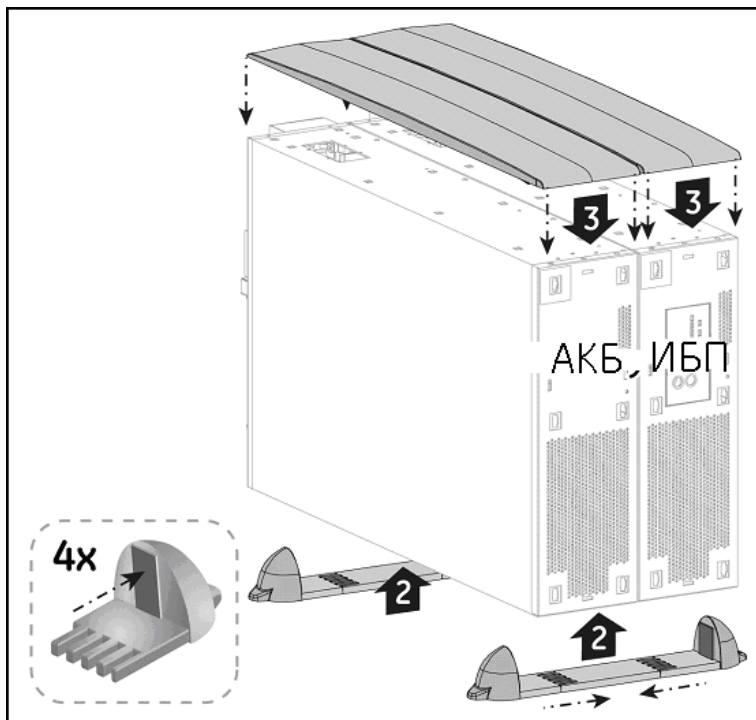

рис. 3.3.2.a
4. Прикрепите наклейку на панель ИБП (4, рис. 3.3.2.b).
5. Установите переднюю панель на ИБП и АКБ (5, рис. 3.3.2.b/c).